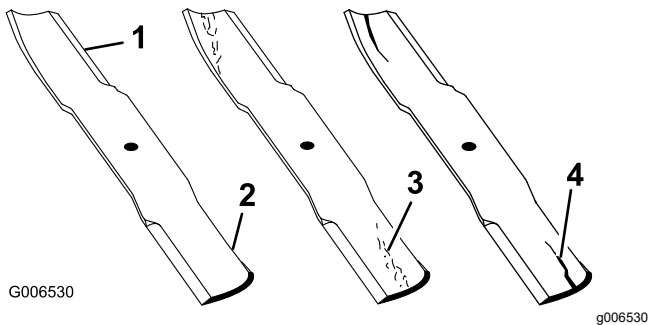

Figure 142
2. Examinez attentivement les tranchants de la lame, particulièrement au point de rencontre des parties plane et relevée, comme montré à la Figure 142.
Remarque: Le sable et les matières abrasives peuvent éroder le métal à cet endroit, c'est pourquoi il est important de contrôler l'état de la lame avant d'utiliser la tondeuse. Remplacez la lame si elle vous semble usée (Figure 142).